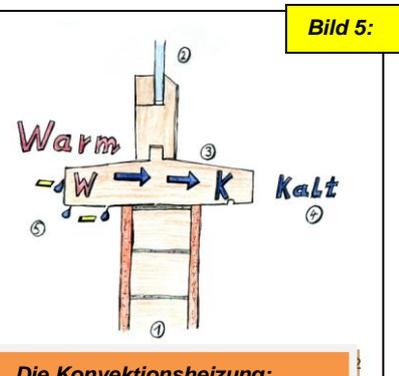

Bild 5:
Das Bild 5 zeigt dies im Diagramm deutlich auf. Wenn wir einen Betonfensterbank haben, der von warm nach kalt geführt wird, automatisch der kalte Außenteil dieser Fensterbank dem warmen Innenteil die Energie entziehen wird. Hier wird dann im Innenbereich automatisch Kondensat sowie Mikroorganismen gebildet. Aber, wesentlich störender ist, dass dabei an (5) eine Kerze soviel Zug bekommen wird, dass Sie ausgeht.